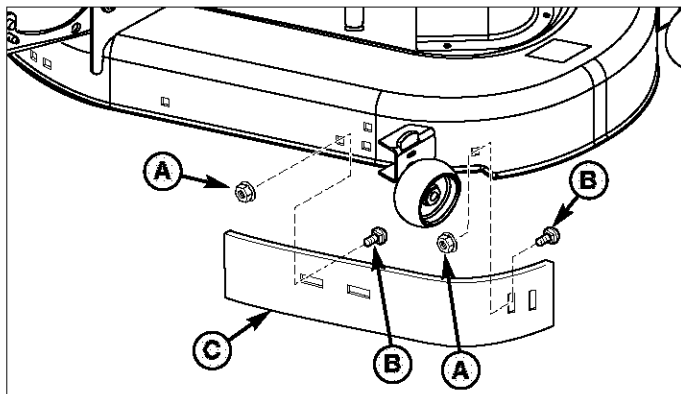

Figura 1. Remoción del Reductor de Circulación de Aire
1. Quite y descarte las contratuercas estrelladas de 3/8-16 (A, Figura 1) y los tornillo de cabeza redonda de 3/8-16 x 7/8 (B).
2. Quite y descarte el reductor de circulación de aire viejo (C). El reductor de circulación de aire (C) se reemplaza permanentemente con los reductores de circulación de aire incluidos con este accesorio.